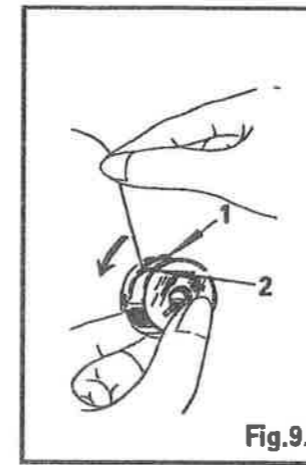

Fig.9.
2. Ziehen Sie den Faden in die Kerbe (1) und anschließend unter die Spannungsfeder (2) (siehe Fig. 9).
2. Pull thread into notch (1), and draw it under tension spring (2), Fig.9.
- 2- Passer le fil par l'encoche (1), et le tirer sous le ressort de tension (2) - voir fig.9 -
2. Empuje el hilo dentro de la muesca (1), y póngala debajo del resorte de tensión (2), (Ver Fig. 9).
2. Spingete il filo nell'incavo (1) e fatelo passare sotto la molla di tensione (2), (Vd. Fig. 9).
2. Empurre a linha para o interior do encaixe (1), e leve-a por debaixo da mola de tensão (2), (Veja a Fig. 9).